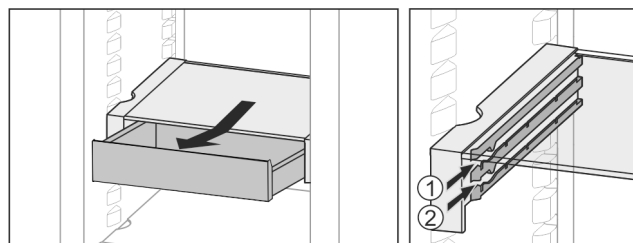

Fig. 28
- На любой высоте Fig. 28 (1) или Fig. 28 (2) вставить.